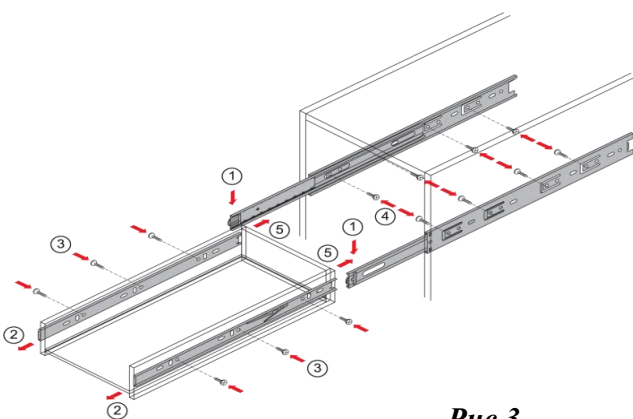

Рис.3
5. Вставить ящики в проем, соединив шариковые направляющие, вставив их друг в друга, пока не раздастся щелчок (Рис.3)